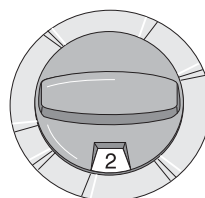

Figura 15
11. Gire la válvula de control de flujo de la unidad Companion portátil hasta el caudal prescrito (Figura 15).